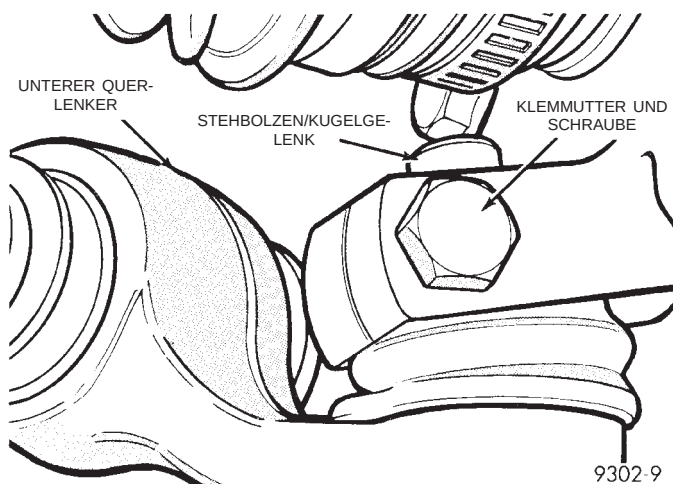
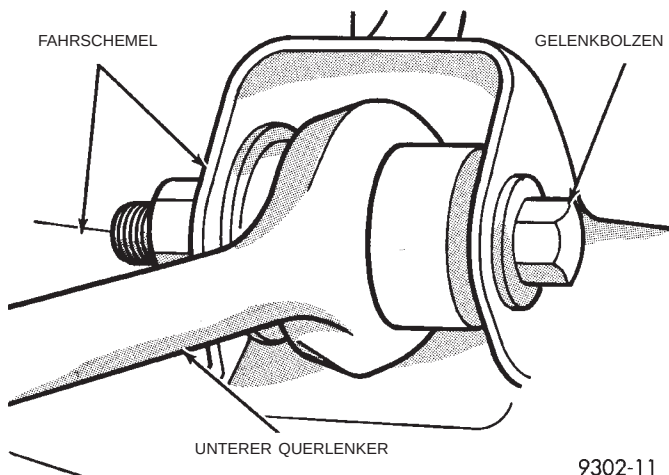

Abb. 38 Befestigung/Querlenker an Achsschenkel
Abb. 41 Gelenkbolzen des unteren Querlenkers
(1) Fahrzeug anheben. Dazu Unterstellböcke oder eine Hebebühne verwenden, die am Rahmen angesetzt wird (siehe Kapitel 0, "Schmierung und Wartung", Abschnitt "Anheben des Fahrzeugs").
(2) Vorderrad abbauen.
(3) Klemmutter und Schraube des Kugelgelenks am Achsschenkel lösen (Abb. 38).
(6) Gelenkbolzen des unteren Querlenkers am Fahrschemel lockern und ausbauen (Abb. 41).
(2) Den Gelenkbolzen des Querlenkers am Fahrschemel einbauen und die Mutter aufschrauben (Abb. 41). **Die Mutter am Gelenkbolzen jedoch noch nicht festziehen.**
(4) Stehbolzen des Kugelgelenks in den Achsschenkel einbauen. Klemmschraube und Mutter montieren (Abb. 38). Die Klemmschraube mit einem Anzugsmoment von 55 N·m (40 ft. lbs.) festziehen.
(5) Vorderrad anbauen.
(6) Radmuttern in der vorgeschriebenen Reihenfolge bis zum halben Anzugsmoment anziehen. Dann die Muttern in derselben Reihenfolge noch einmal bis zum vollen Anzugsmoment von 129 N·m (95 ft. lbs.) festziehen.
(7) Fahrzeug so weit absenken, dass die Räder das volle Gewicht des Fahrzeugs tragen. Die Höhe des Querlenkers liegt dann bei dem ab Werk vorgesehenen Sollwert. Die Mutter vom Gelenkbolzen des Querlenkers an die Fahrschemel-Halterung (Abb. 41) mit einem Anzugsmoment von 142 N·m (105 ft. lbs.) festziehen.